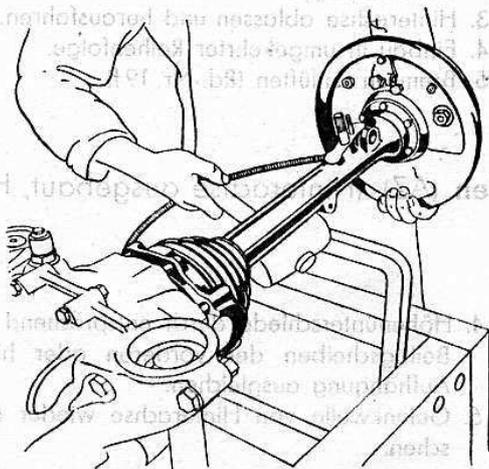

Bild 147
2. Muttern an den Lagerdeckeln lösen und Hinterachsrohre mit Kreuzgelenken abnehmen (Bild 147).